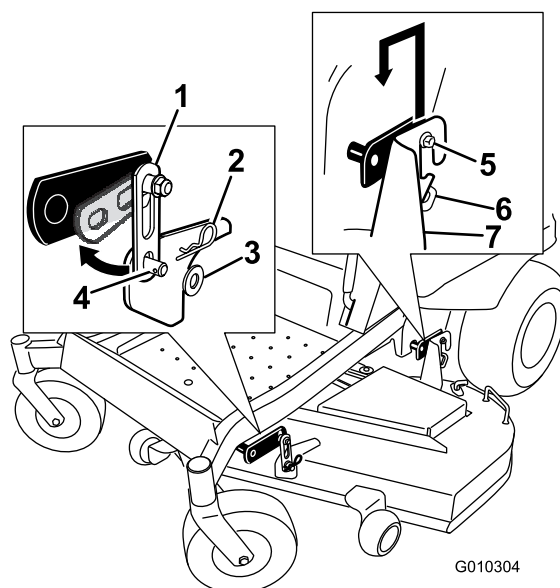

Figure 72
2. Enlevez les fixations des patte avant de chaque côté du plateau de coupe (Figure 72).
3. Soulevez le plateau de coupe avec précaution pour le dégager des boulons des pattes de fixation arrière et abaissez l'avant du plateau au sol (Figure 72).
5. Soulevez l'arrière du plateau de coupe et guidez les supports sur les boulons des pattes de fixation arrière (Figure 72).